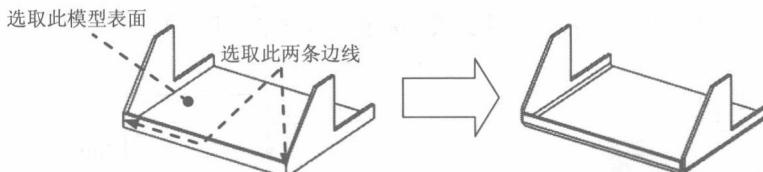

图 1.8 变换特征
Step8. 将实体转换为钣金。单击“工具”功能选项卡“变换”工具栏中的“薄壁零件变化为钣金”按钮，选取图1.8所示的模型表面为基本面；单击“撕裂边”按钮，选取图1.8所示的两条边线为撕裂边，右击；单击“完成”按钮，完成将实体转换为钣金的操作。